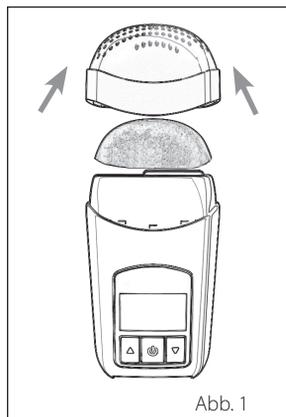

Abb. 1
1. Entfernen Sie **die Kappe** vom **Z1**. Nehmen Sie dazu das **Z1** in eine Hand. Drücken Sie mit der anderen Hand **die Kappe** zusammen und ziehen Sie sie nach oben und weg vom **Z1**. (Abb. 1)
6. Drücken Sie die **Endkappe** auf das **Z1**. (Abb. 1)